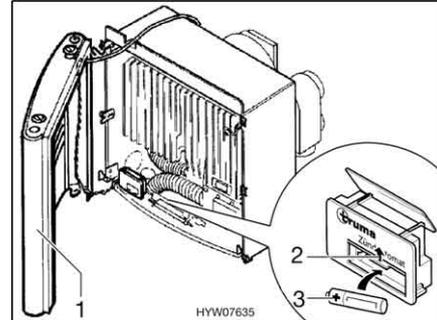

Fig. 126 Calefacción abierta
- Colocar a un lado el revestimiento (Fig. 126,1) para que no se tenga que desenchufar el cable de conexión del ventilador de aire caliente y de la lámpara de control de encendido.
- Empujar hacia arriba la tapa del compartimento de las pilas en el dispositivo automático de encendido (Fig. 126,2).
- Colocar una pila nueva (Fig. 126,3) del mismo tipo con la polarización correcta (+/-) en el compartimento de las pilas en el dispositivo automático de encendido. Utilizar únicamente pilas Mignon resistentes a la temperatura (+70 °C) y protegidas contra derrames.